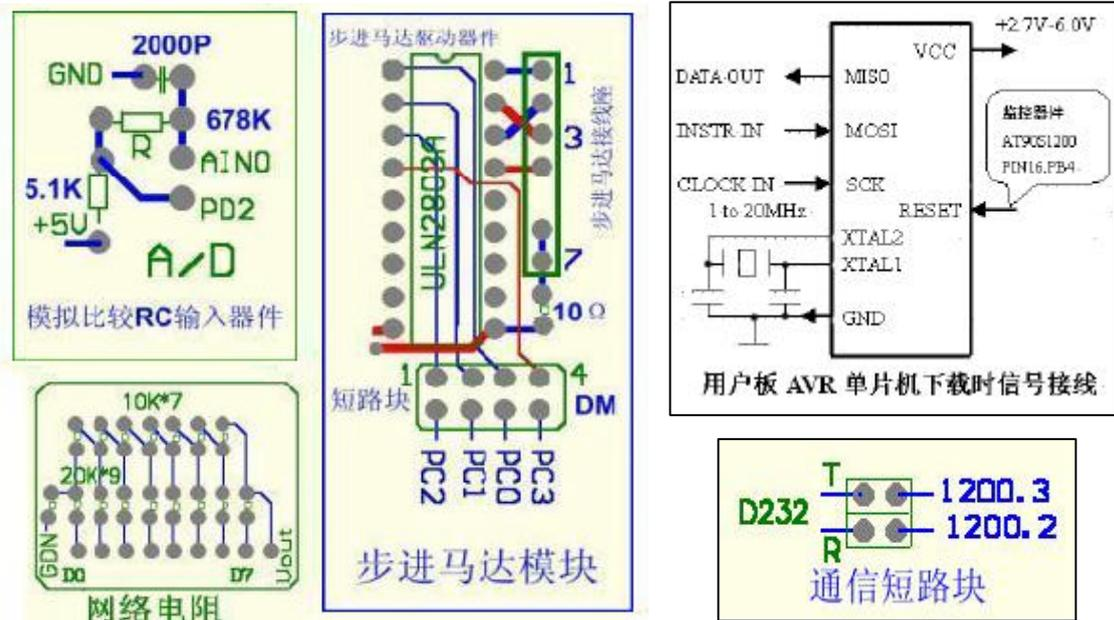

图 3.24
3. **D232 通信线短路块**图 3.24:插上短路块,接到 AT90S1200,拔出短路块,可从 T、R 端用插针线接到单片机通信口,可做单片机异步通信 UART 或主从同步通信 SPI 或 ISP 下载通信;
4. **电机驱动模块**图 3.24:为步进电机驱动模块,U1N2803A 是步进电机驱动集成电路,输出端 1-7 接线柱,可接 4.5V 步进电机(选购件),用户做实验时插上 4 只短路块,本书提供的实验程序用 AT90S8515 的 PC0-PC3 口;
5. **网络电阻模块**图 3.24:为了提高模拟比较器的精度,可采用网络电阻,0-5V 精度为±0.02V;
6. **A/D**图 3.24:为片内模拟比较器作 A/D 转换外部元件电路(最好 R 精度为 1%,C 精度为 5%,所接阻值仅供参考),AIN0,PD2 为接线端;